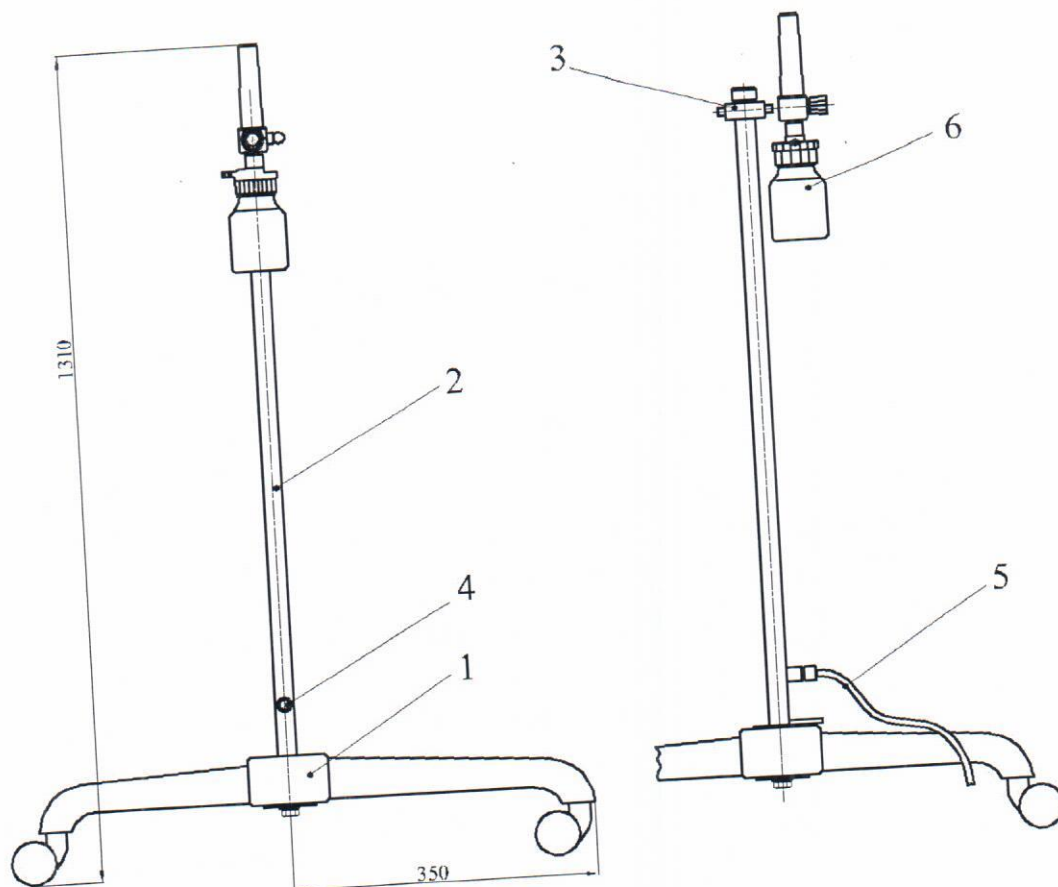
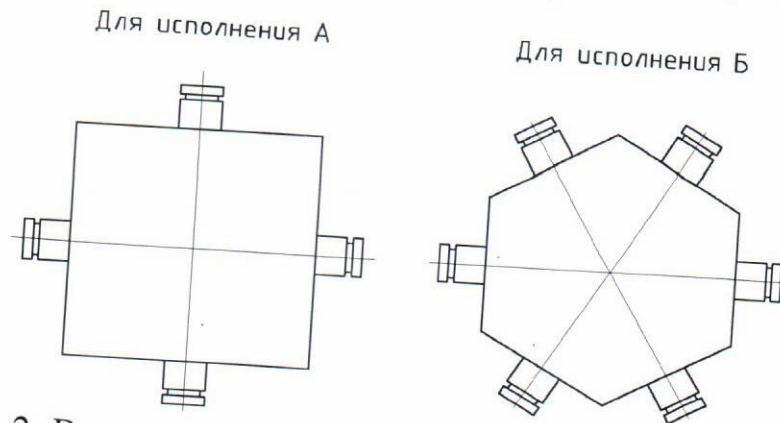

Рисунок 1. Внешний вид и основные размеры изделия.
Рисунок 2. Внешний вид системы подачи медицинского кислорода в ПМГ-М
1.3.2 Изделие состоит (см. рисунок 1) из мобильной стойки (позиция 2), в верхней части которой установлена система подачи медицинского кислорода с манометром (позиция 3), а в нижней части – быстроразъёмная муфта (позиция 4) с полиуретановой трубкой (позиция 5) и расходомер-увлажнителей (позиция 6).
1.3.3 Стойка представляет собой трубу круглого сечения на пятилучевом основании (рис.1, позиция 1) на колесных опорах, два (один по согласованию с заказчиком) из которых имеют тормоз для фиксации изделия в месте установки.
1.3.4 Система подачи медицинского кислорода (рис. 1, позиция 3) состоит из корпуса и размещенных в нем шести или четырёх соответственно (рис.2) быстроразъёмных муфт для подключения расходомеров-увлажнителей кислорода РУК-1 (рис.1, позиция 6).
1.3.5 Давление в системе подачи кислорода контролируется манометром (рис.1, позиция 3). Манометр в изделии поверен заводом-изготовителем, осуществляет функцию индикатора и дальнейшей обязательной поверке не подлежит.
1.3.6 В каждую быстроразъёмную муфту системы подачи медицинского кислорода (рис.2) подсоединяется расходомер-увлажнитель кислорода РУК-1 (далее – РУК-1) (рис.1, позиция 6), к выходному ниппелю которого подсоединяется шланг для подключения к кислородной маске, канюле, небулайзеру (в комплект поставки не входят).
1.3.7 В быстроразъёмную муфту (рис.1, позиция 4) устанавливается полиуретановая трубка (рис.1, позиция 5) которая соединяет ПМГ-М с узлом подачи кислорода
1.3.8 РУК-1 (рис.1, позиция 6) представляет собой специальное устройство для редукции и увлажнения кислорода подаваемого пациенту. Он поставляется потребителю калиброванным и в дальнейшем калибровки не требует.
3.1.7 Подключить к каждой быстроразъемной муфте системы подачи медицинского кислорода (рис.2) увлажнители РУК-1.
3.2.2 Подключить к быстроразъемной муфте (рис.1, позиция 4) полиуретановую трубку (рис.1, позиция 5) которая соединяет ПМГ-М с узлом подачи кислорода. Убедиться в надежности её фиксации в ловителе быстроразъемной муфты.